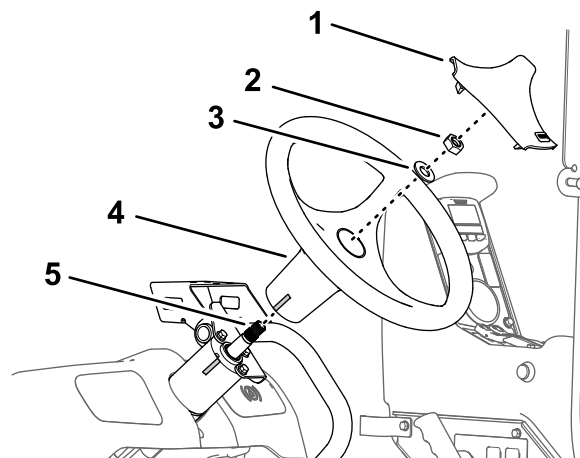

図 165
1. ハンドルに付けておいたテープマークを、ステアリングバルブのハウジングについているテールマークに合わせる図 165。
2. ハンドルを、ステアリングバルブのシャフトに取り付ける図 165 ステップ 3 ハンドルを取り外す (ページ 71) で取り外したワッシャ 5/8" とナット 5/8" を使用する。